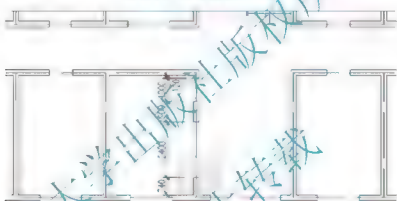

图 3.62 选择被拉伸的对象
(1) 将视图调整至图 3.62 所示的状态。
(2) 单击【修改】工具栏上的【拉伸】图标 (快捷键 S),启动【拉伸】命令。
① 在选择对象:提示下,用交叉选方式选择图 3.62 所示的窗洞口下侧的墙线。